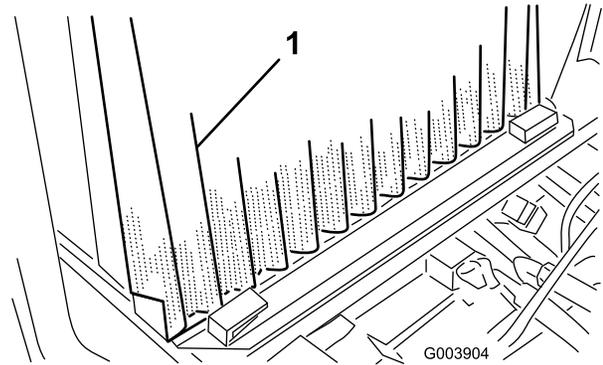

図 67
3. クランプをゆるめてスクリーンを引き上げて傾ける（図 67）。
5. オイル・クーラ少し持ち上げて前に傾ける（図 67）。